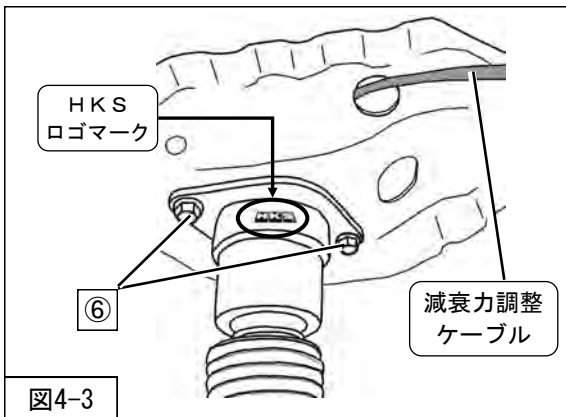

図4-3
3. ワイヤークーブルを車両へ取付けた OUTER ケースに挿入しながら、リアショックアブソーバASSY (同梱品) ⑥リアショックアブソーバASSY アッパー取付ボルト (締付トルク: 40N・m) を取付けてください。(図4-3)